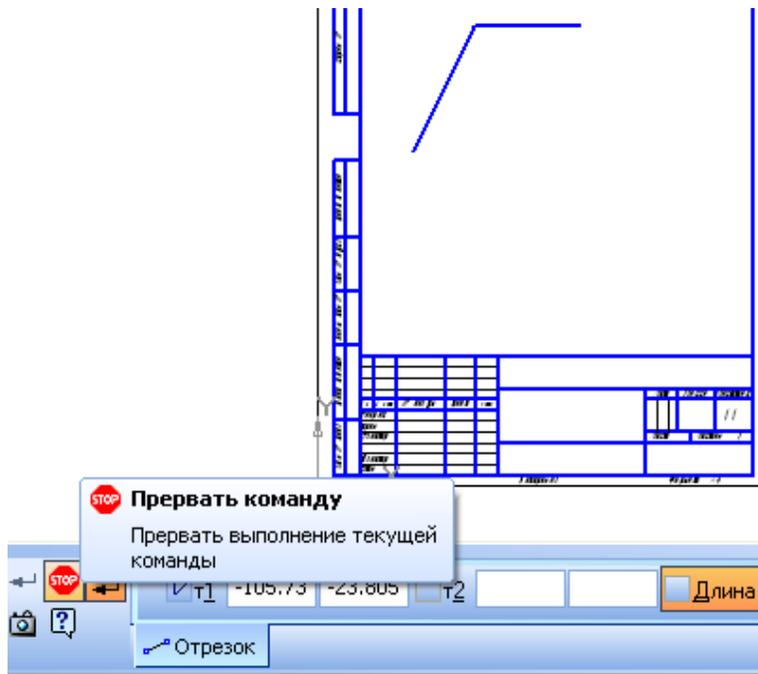

Рисунок 10. Создание второго отрезка и выход из команды *Отрезок*.
6. Для построения второго отрезка введите в поле *Длина* значение 50, а в поле *Угол* – 0. После нажатия левой клавиши мыши, установим отрезок на место (рис. 10).
7. Для выхода из команды *Отрезок* можно использовать кнопку «Прервать команду» или клавишу Esc (рис. 10).